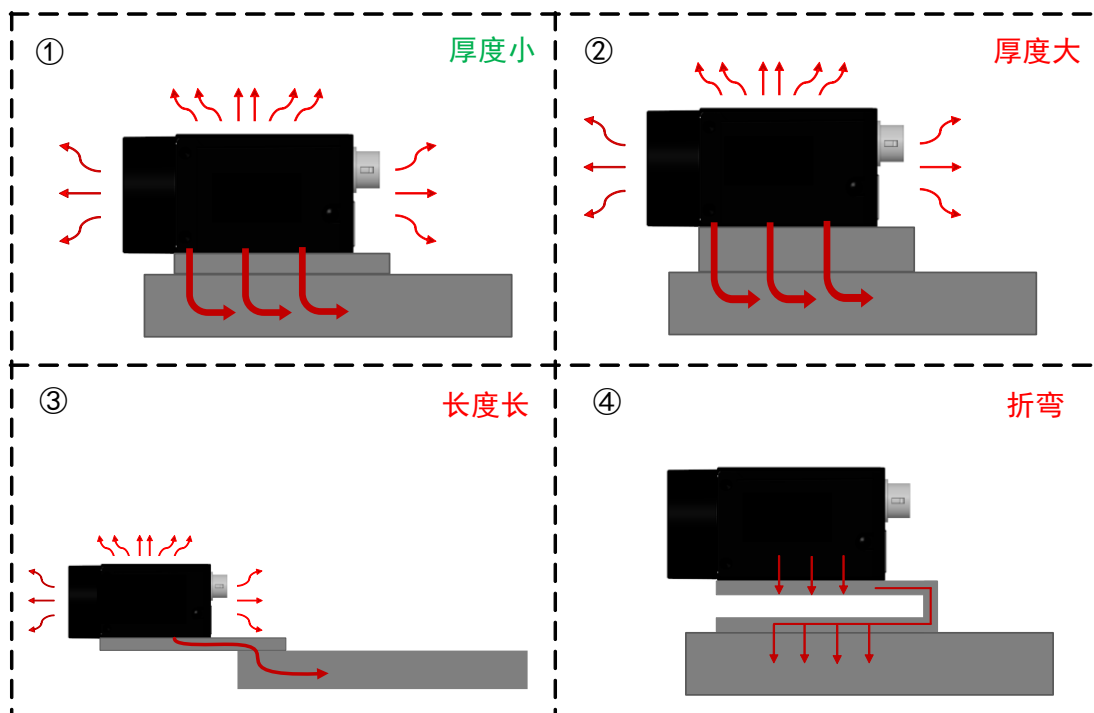

图5-4 不同安装方式的导热路径
如图 5-4 中安装方式①和②所示，安装件的厚度需尽量减薄，缩短相机通过安装件向金属固定平台的导热路径。
如图 5-4 中安装方式③和④所示，安装件长度延长和采用折弯的钣金等形式，都会导致相机的导热路径加长。
沿导热方向的截面面积尽可能大一些，这样能够减小其导热热阻。对于一些相机安装件不得不使用延长或者折弯的钣金时（如图 5-4 中安装方式③和④），钣金的厚度需要尽量加大，增大相机导热路径的横截面，加强导热性。